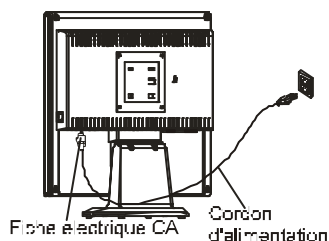

Figure 1-3
1. Reliez le câble d'alimentation au transformateur. (cf. Figure 1-3)